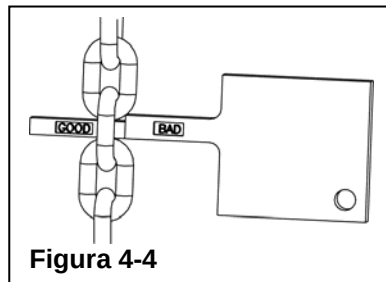

Figura 4-4
- Fase 1. Usando una Catena a controllo rapido, tendere la catena e controllarne il collegamento. Se il collegamento non si trova in sede, sostituire la catena (cfr. Figura 4-4).